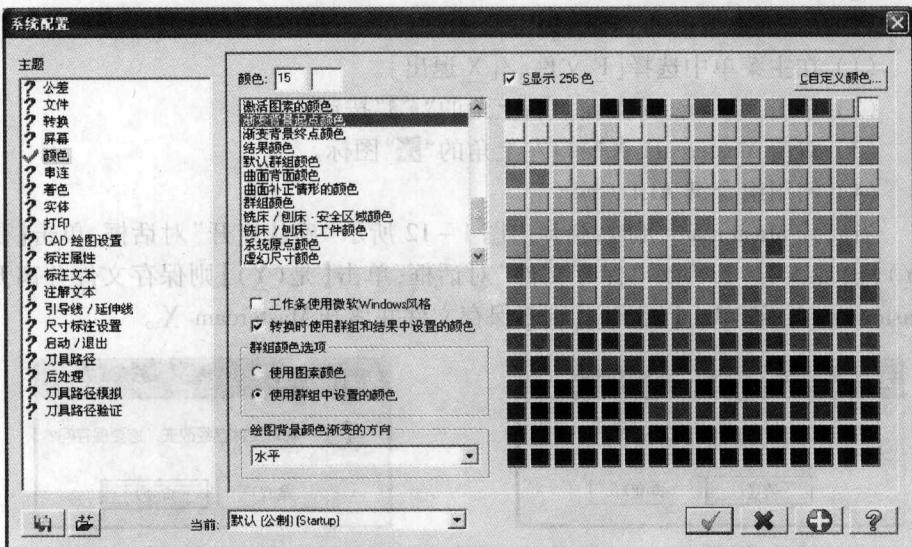
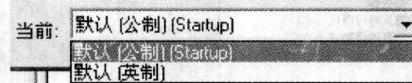

图 1-9 “系统颜色设置”对话框
图 1-11 “公英制选择”对话框
(2) 单击对话框中的【颜色】，出现如图 1-9 所示右侧对话框，选中右侧对
单击图 1-9 中【当前：默认(公制)(Startup)】右侧的向下箭头，出现如图 1-11 所示对话框，在该对话框中选择相应的公、英制制式即可。
单击图 1-9 中的【公差】、【文件】、【转换】、【屏幕】、【着色】等按钮，可以进行各相关参数的设定。
关于系统参数的设定,还有很多内容,读者可针对图 1-9 所示界面逐一进行设定并比较设定这些参数前后的区别。